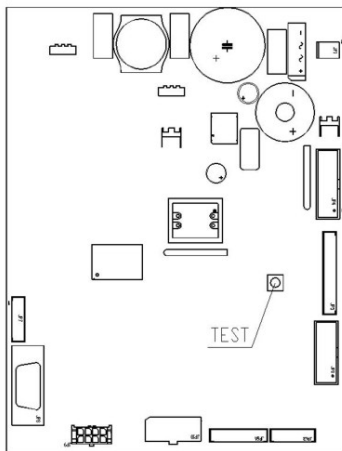

Abb. 3
- Wenn auf dem Display die Zeile "MEMORY CLEARED" erscheint, zur Initialisierung des Speichers den Knopf auf der Hauptkarte im Innern der Münzspeicher-Box (siehe Abb. 3) drücken. Auf dem Display erscheint die Meldung "TÜR OFFEN AUTOMAT IM WARTUNGSMODUS". Der Verkaufsautomat beginnt nun selbständig mit einem Autotest. Wenn kein Fehler gefunden wird, bewegt sich die Säule in Anfangsstellung und das Gerät ist betriebsbereit.
Beim Einschalten des Automaten erscheint auf dem Display die Schrift "INIT" und dann "MEMORY CLEARED", falls der Speicher keine Daten enthält oder die enthaltenen Daten nicht zuverlässig sind. Den gleichen Zustand erreicht man, wenn der Befehl "Speicherlöschung" durchgeführt wird oder wenn der Speicher beschädigt ist. Indem man die Taste Abb. 3 drückt, die sich auf der Hauptkarte innerhalb des Münzgerätes befindet, wird der Speicher automatisch wiederhergestellt, mit den vorausbestimmten Werten, die im Abschnitt Anweisungen beschrieben sind. Die Maschine beginnt dann automatisch eine Testfolge. Ist alles in Ordnung, tritt sie danach in Betrieb. Im entgegengesetzten Fall bleibt der Automat stehen und auf dem Display erscheint die Testnr., die es andeutet, welcher Fehler aufgetreten ist.
Es ist möglich, auch einen Test Automatenfunktion durchzuführen. Zu diesem Zweck den Automaten einschalten und die Taste Abb. 3 drücken, die sich auf der Hauptkarte befindet. Die Maschine tritt in Freiverkaufsystem und auf dem Display erscheint die Schrift "Freiverkauf", wenn alles in Ordnung ist, andernfalls wird die Auswahl "Außer Betrieb" angezeigt. Um die Auswahl rückzustellen, die entsprechende Taste drücken. Falls das Problem bleiben sollte, erscheint die Meldung, die die Störungsart angibt. Es ist nun möglich, den Verkaufszyklus der Maschine für jede Wahl zu prüfen, während auf dem Display Schriften erscheinen, die auf eventuelle Unregelmäßigkeiten während der Prüfung hinweisen. Um den Test zu unterbrechen, die Taste Abb. 3 auf der Hauptkarte nochmals drücken oder ungefähr 1 Minute warten, ohne Betätigungen durchzuführen. Der Austritt aus dem System "Freiverkauf" ist aus Sicherheitsgründen zeitbedingt. Nachdem man den Einrichtungsvorgang durchgeführt hat, die Tür des Münzgerätes öffnen und den Stecker des Programmierers in den dazu bestimmten, der sich auf der Hauptkarte befindet, einstecken und irgendeine Taste des Programmierers für ca. 3 Sek. gedrückt halten, bis auf dem Automatendisplay die Schrift "Befehl 00" erscheint. Achtung: Falls die Taste des Programmierers vor dem Erscheinen der Schrift "Befehl 00" auf dem Display freigelassen wird, geht der Automat auf "Freiverkaufverfahren" über. In diesem Fall muß man vom diesem Verfahren abspringen, indem man wieder eine Taste des Programmierers drückt. Danach die Verfahren zum Eingang in die Programmierung wiederholen, indem man eine Taste des Programmierers für die nötige Zeit gedrückt hält.